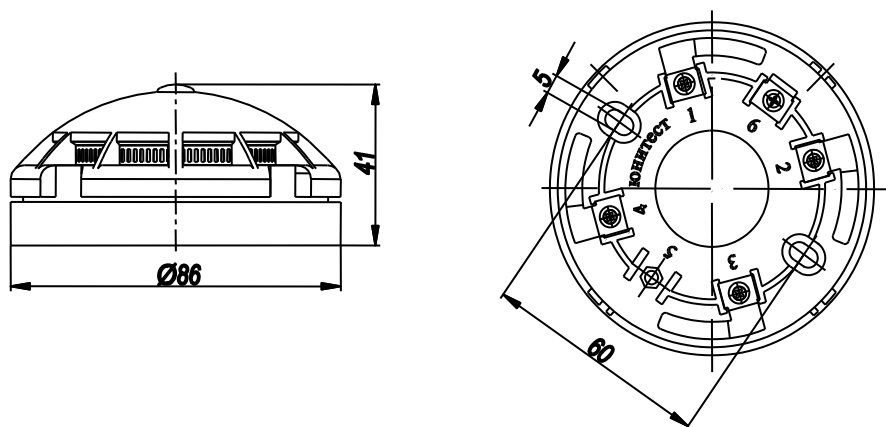
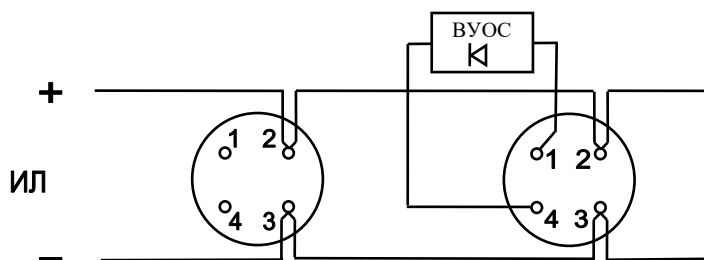

Рис.1. Габаритные и установочные размеры извещателя.
Рис.2. Схемы включения извещателя в информационную линию АПКП.
2.1.2. Установить базы извещателей согласно проекту. Габаритные и установочные размеры извещателя показаны на рис.1, схемы подключения – на рис.2.